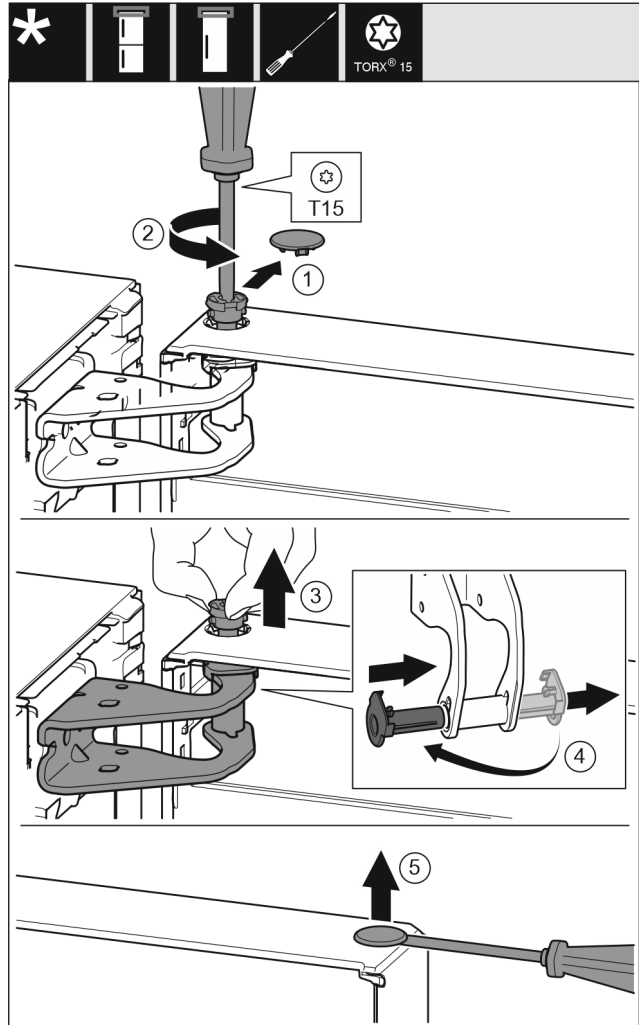

Fig. 7
- Trekk sikringsdekselet forsiktig av. Fig. 7 (1)
- Skru bolten ut et stykke med skrutrekker T15. Fig. 7 (2)
- Hold fast døren, og trekk bolten ut med fingrene. Fig. 7 (3)
- Trekk lagerbøssingen ut av føringen. Sett den inn fra den andre siden, og la den klikke på plass. Fig. 7 (4)
- Løft proppen forsiktig ut av dørens lagerbøssing med en skrutrekker, og trekk den ut. Fig. 7 (5)